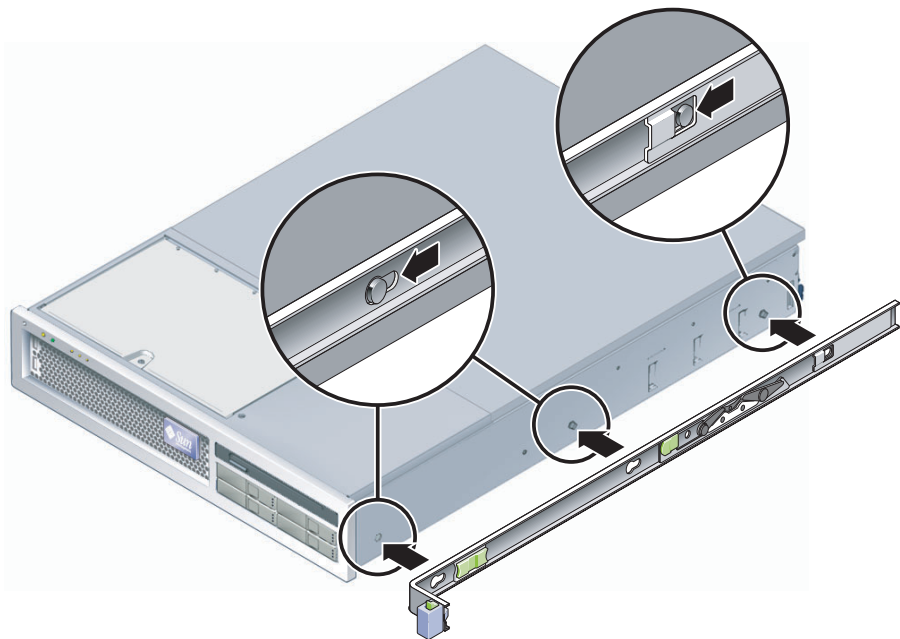

图 3-26 将装配托架安装到底盘
- a. 根据服务器底盘确定装配托架的位置（图 3-26），使滑轨锁位于前部，并使装配托架上的三个锁孔与底盘侧面的三个定位销对齐。
- c. 检验所有三个定位销是否都已穿过锁孔，以及后部的定位销是否与装配托架锁啮合，如图 3-26 的右侧所示。